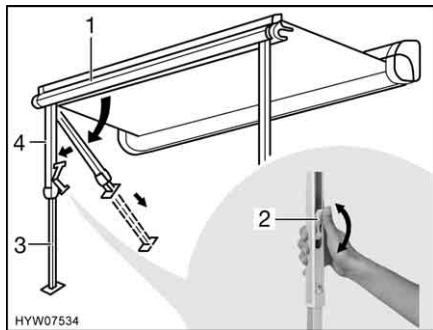

Fig. 28 Installazione dei montanti di supporto
- Estrarre i montanti di supporto (Fig. 28,4) dal listello anteriore (Fig. 28,1) ribaltandoli e montarli.
- Aprire il bloccaggio sui montanti di supporto. A tal fine ripiegare la leva di serraggio (Fig. 28,2) verso l'alto.
- Estrarre la parte inferiore dei montanti di supporto (Fig. 28,3) fino alla lunghezza desiderata.